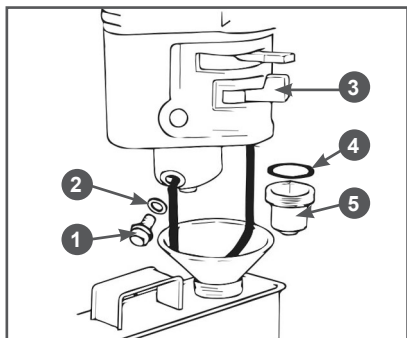

Рис. 28 Обслуживание карбюратора
1. Установите под карбюратор подходящую емкость (Рис. 28).
2. Установите рычаг топливного крана 3 в положение «ЗАКРЫТО» (Рис. 28).
3. Открутите болт 2 сливного отверстия и слейте топливо из поплавковой камеры карбюратора в подготовленную для этого ёмкость (Рис. 28).
4. Открутите стакан отстойника 5, вылейте из него топливо в заранее подготовленную емкость (Рис. 28).